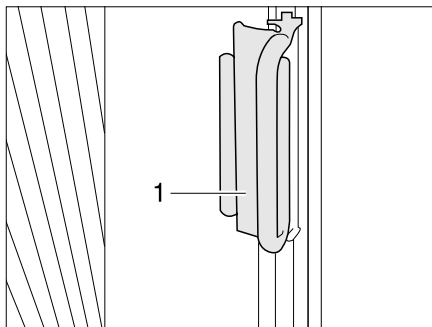

Fig. 12 Poignée du dispositif occultant plissé pour la fenêtre côté conducteur/passager
- Faire glisser les dispositifs occultants plissés pour les fenêtres côté conducteur et passager sur le module rapporté avec la poignée (Fig. 12,1). Le dispositif occultant plissé est bloqué.